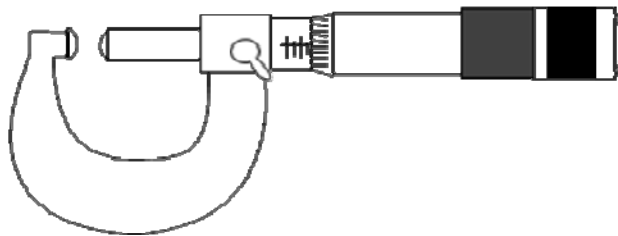

Figura 3.32
- Tope fijo y del husillo esféricos (figura 3.32)